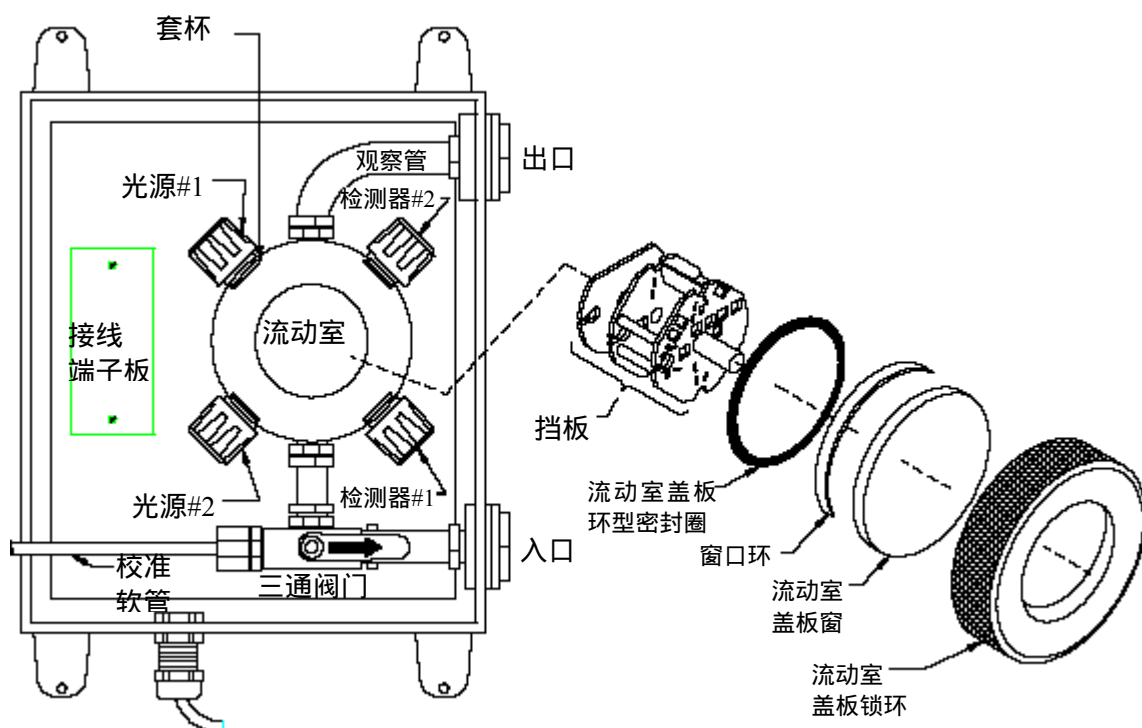

图4-2 高压设计传感器——零件说明图
*注意：对于高压设计的传感器（图 4-2），通过逆时针旋松锁环来将流动室盖板的锁环和观察窗拆下。*
**注意：**对于高压设计的传感器(图 4-2)，通过逆时针旋松锁环来将流动室盖板的锁环和观察窗拆下。